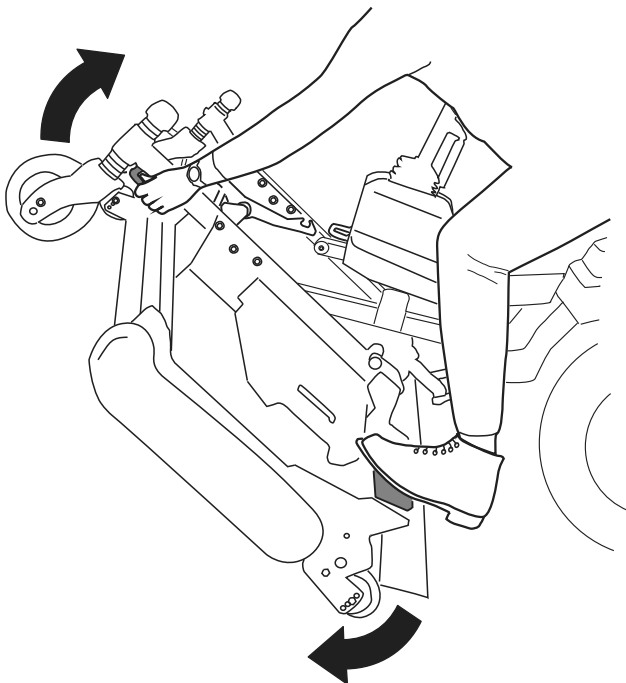
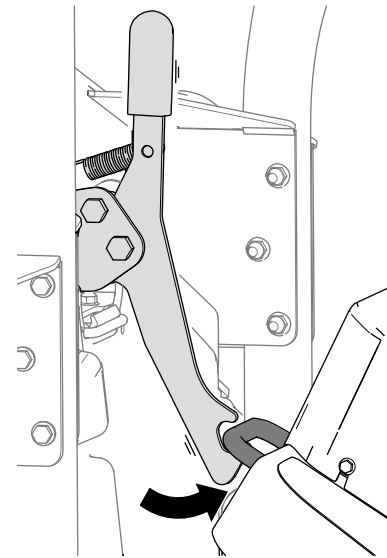
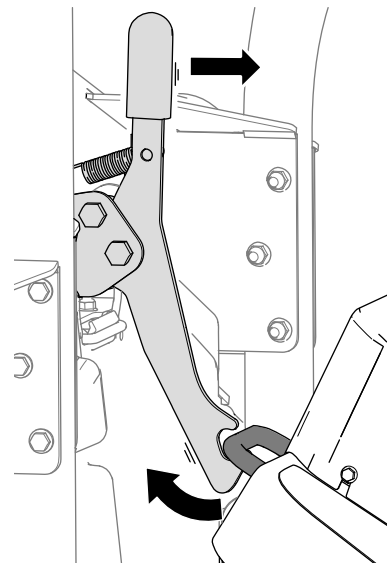

Figura 37
Figura 38
Figura 39
5. Gire la unidad de corte (Figura 37) hasta que el cierre se enganche en el soporte de amarre (Figura 38).
1. Desenganche el cierre de la unidad de corte del soporte de amarre (Figura 39) girando ligeramente la unidad de corte hacia adelante (Figura 37) y tirando hacia adelante de la palanca del cierre.